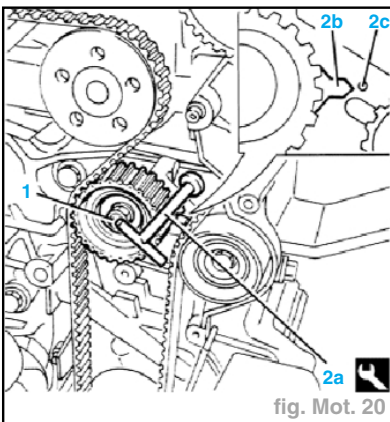

fig. Mot. 20
- Introduire l'outil (2a) (réf. **1-860-845-000**) dans le trou situé sur le support du tendeur mobile de distribution et le faire tourner jusqu'à la tension maximum de la courroie de distribution (fig. Mot. 20).
- Bloquer l'écrou de fixation du tendeur mobile de distribution (1).
- Desserrer l'écrou du tendeur mobile de distribution (1) (fig. Mot. 20).